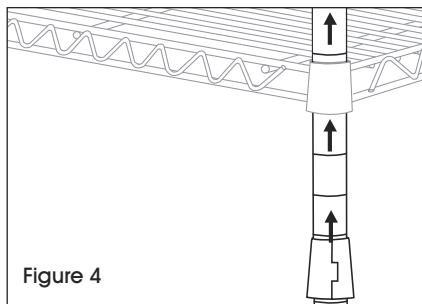

Figure 4
2. Slide posts through underside of shelf until shelf slides firmly over supports. (See Figure 4)
1. Insérez le montant par le dessous de la tablette jusqu'à ce que la tablette glisse fermement sur les supports. (Voir Figure 4)